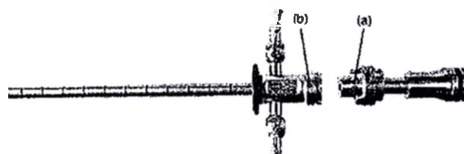

Рисунок 5: Установка перемычки в тубус цистоскопа
1. Совместить отметку «0» на перемычке (a) с отметкой «0» на тубусе цистоскопа (b) и вставить перемычку в тубус цистоскопа (см. Рисунок 5).